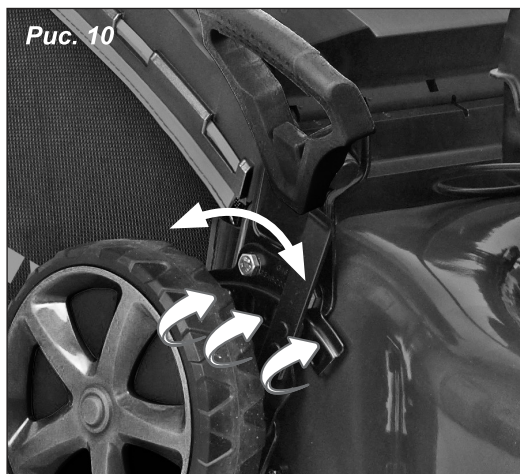

Рис. 10
Регулировка высоты среза осуществляется перемещением рычага. Переместите рычаг на необходимое значение и зафиксируйте в пазу (рис. 10).
5. Толкайте газонокосилку перед собой, производя управление, задавая необходимую вам траекторию движения смещая рукоятку в лево или право. Не прилагайте больших усилий передвигая газонокосилку, если движение затруднено проверьте правильность регулировки высоты среза (см. п. 8, рис. 10).